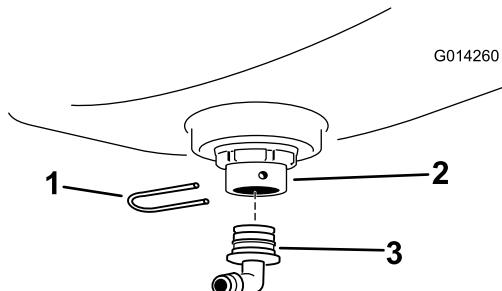

Figura 5
4. Instale un acoplamiento de 90° en el pasamuros y sujetelo el acoplamiento de 90° con una horquilla de retención (Figura 5).